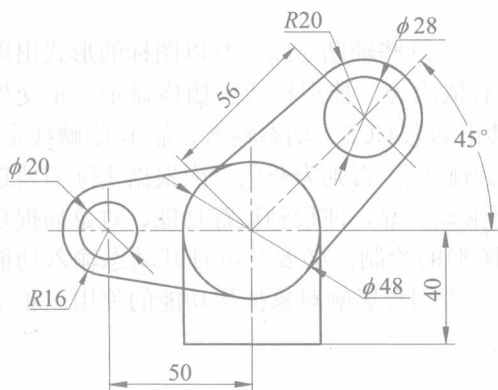
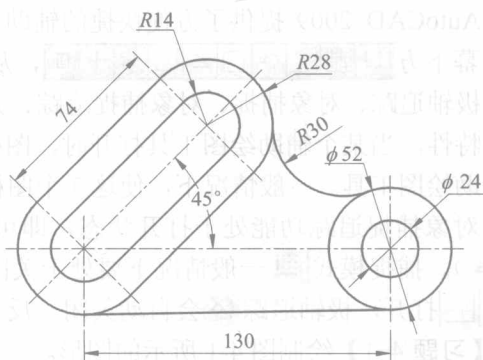

图 3-6 常见结构 1
图 3-7 常见结构 2
【习题 3-6】绘制图 3-6、图 3-7 所示的常见结构。
- 1) 图 3-6 所示结构中 $\phi 28$ 的圆的圆心可以通过偏移捕捉方式 From 相对 $\phi 48$ 的圆心确定, 作图过程如下:
- 2) 图 3-7 中的 R30 的圆弧无法用 Arc (画弧) 命令完成, 必须使用 Circle 命令的 TTR (Tan, Tan, Radius) 方式画出整圆, 然后使用 Trim 命令剪去多余圆弧。